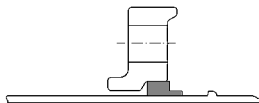

図29 ロックリングの上への押輪のセット
- (4) 図29に示すように、押輪をロックリングの上にセットする。